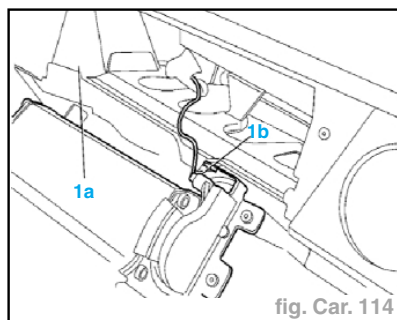

fig. Car. 114
- Retirer le module Airbag (1a) et débrancher la connexion électrique (1b) (fig. Car. 114).